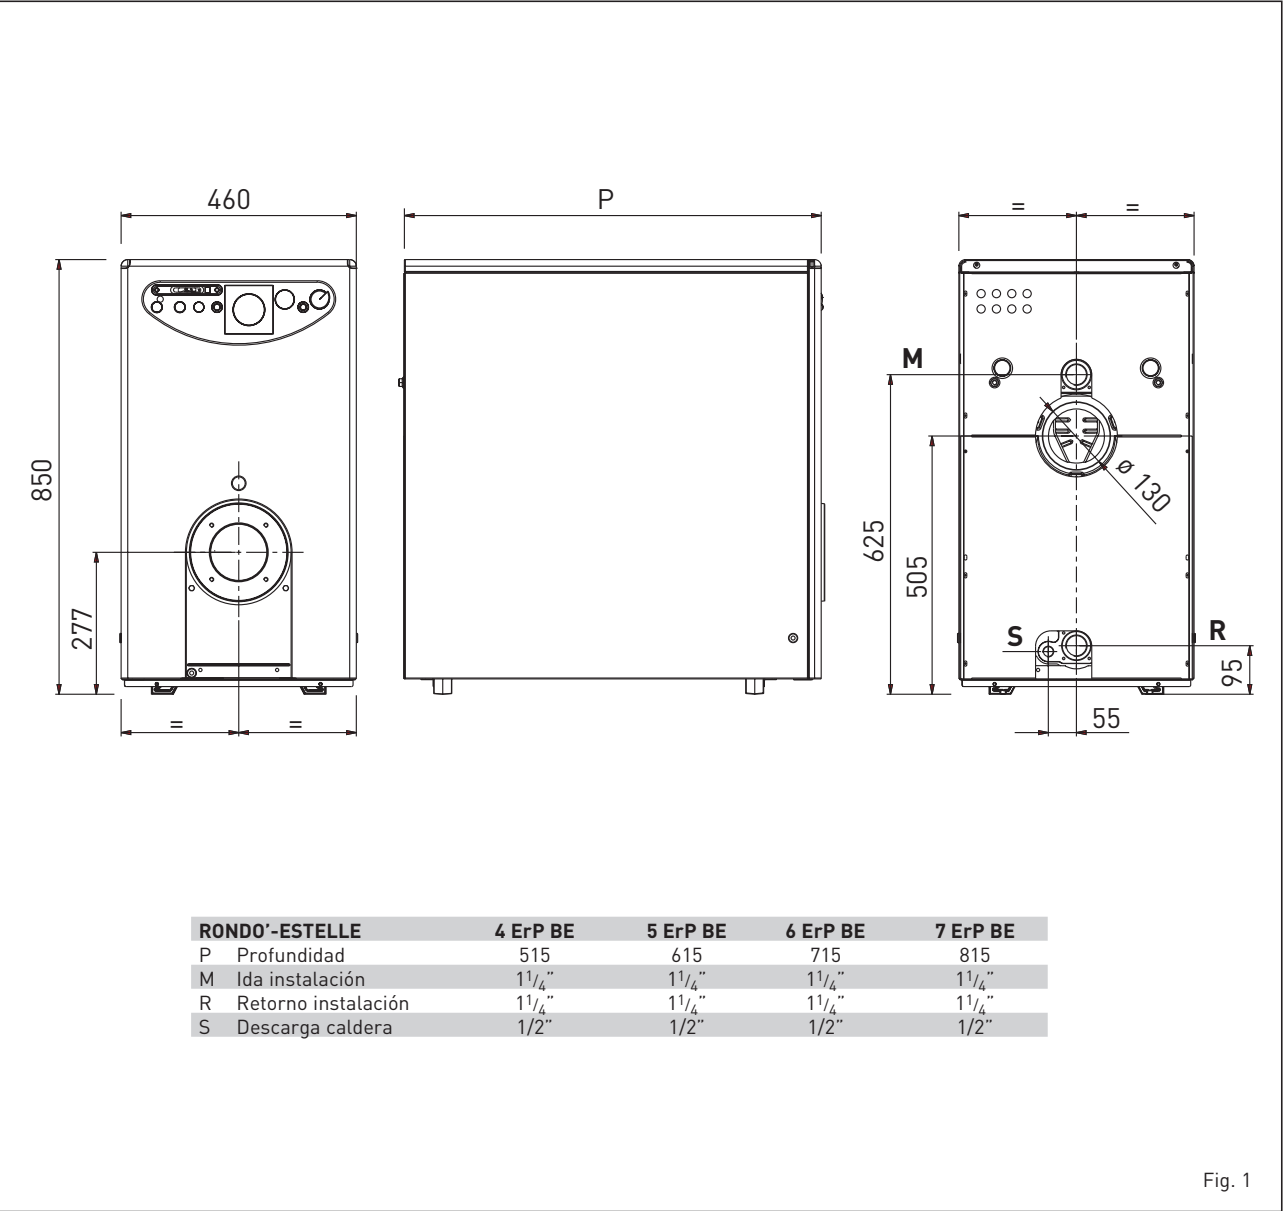

Fig. 1
1.2 DIMENSIONES (fig. 1)
1.2.1 Placa de datos técnicos (fig. 1/a)